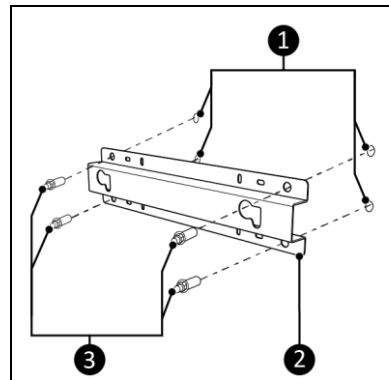

Abbildung 12
4. Platzieren Sie die Halterung an der Wand und markieren Sie die vier Löcher (Abbildung 12, Pos. 1). Stellen Sie sicher, dass die Halterung aufrecht steht (siehe Etikett „Diese Seite nach oben“ auf der Halterung).
5. Bohren Sie an den markierten Stellen vier 10-mm-Löcher (Abbildung 12, Pos. 1).
7. Befestigen Sie die Halterung (Abbildung 12, Pos. 2) mit den vier Muttern (Abbildung 12, Pos. 3) an der Wand.